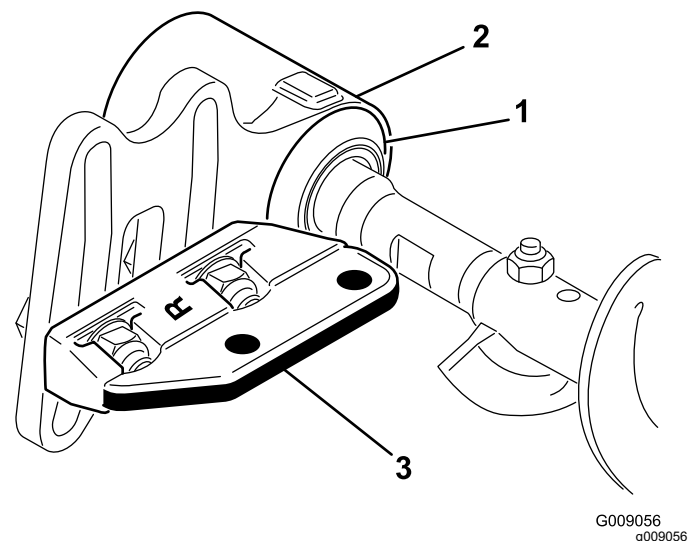

Bild 26
11. Schieben Sie jede Abschlussdichtung nach außen, bis die Lippendichtungen gerade jedes Lagergehäuse berühren (Bild 26).